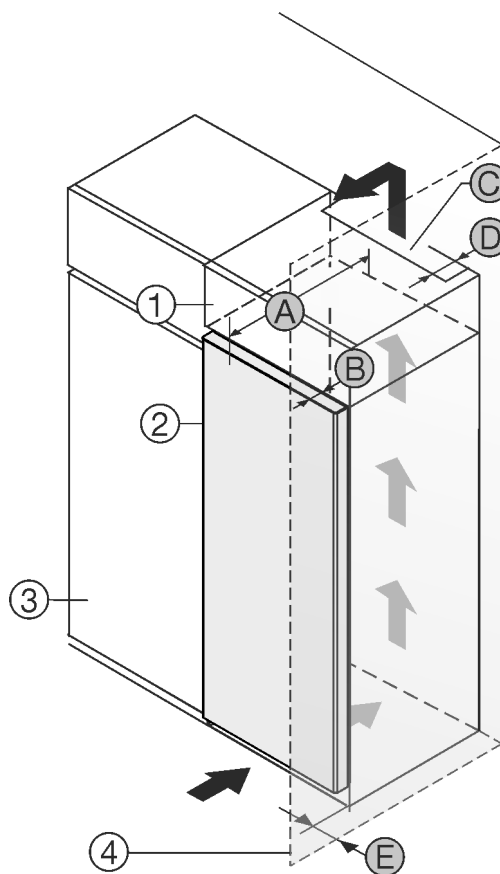

Fig. 1
- (1) Szafka nakładana *
- (2) Urządzenie *
- (3) Szafka kuchenna *
- (4) Ściana *
- (A) Głębokość urządzenia *
- (B) Głębokość drzwi *
- (C) Przekrój wentylacyjny *
- (D) Odstęp tylnej ściany urządzenia *
- (E) Odstęp od boku urządzenia *
Urządzenie można ustawić bezpośrednio obok szafki kuchennej Fig. 1 (3)*
Na tylnej ścianie szafki nasadzonej wymagany jest wywiewny kanał wentylacyjny o głębokości Fig. 1 (D) na całej szerokości szafki.*
Pod sufitem pomieszczenia należy zachować przekrój wentylacyjny Fig. 1 (C).*
Jeżeli urządzenie będzie ustawiane z zawiasami do ściany Fig. 1 (4), to pomiędzy urządzeniem i ścianą należy zachować minimalny odstęp, wynoszący 13 mm.*
Jeżeli urządzenie będzie ustawiane z zawiasami do ściany Fig. 1 (4), to pomiędzy urządzeniem i ścianą należy zachować minimalny odstęp, wynoszący 20 mm.*
By móc całkowicie otworzyć drzwi, urządzenie musi wystawać przynajmniej o głębokość drzwi Fig. 1 (B) za front szafki kuchennej. W zależności od głębokości szafek kuchennych Fig. 1 (3) oraz od zastosowania elementów dystansowych urządzenie może wystawać jeszcze bardziej.*